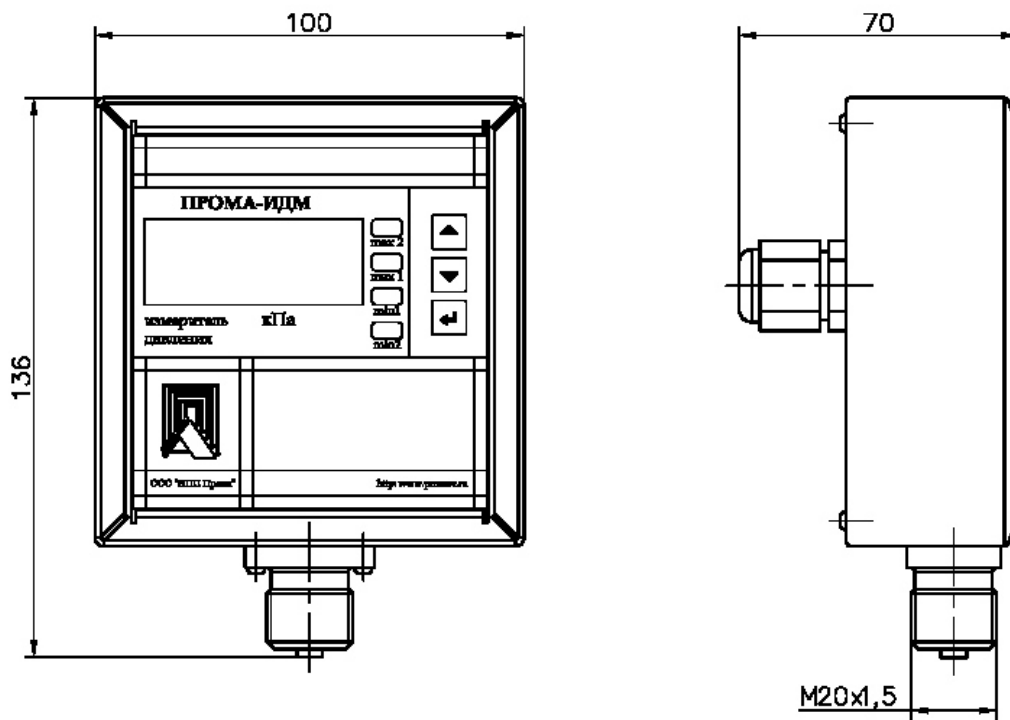

Рис. 3.2.Измеритель Пром-ИДМ-ДИ –Р (газ). Исполнение для шуцерно-резьбового монтажа. Габаритный чертеж.
- Рис. 3.2. Измеритель Прома-ИДМ-ДИ-Р (газ). Исполнение для штуцерно-резьбового монтажа. Габаритный чертеж.